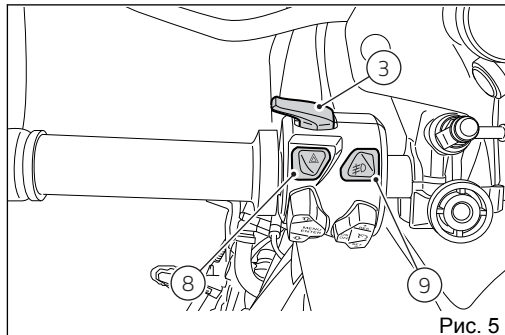

Рис. 5
3) КНОПКА МОРГАНИЯ ДАЛЬНИМ СВЕТОМ (Рис. 5)